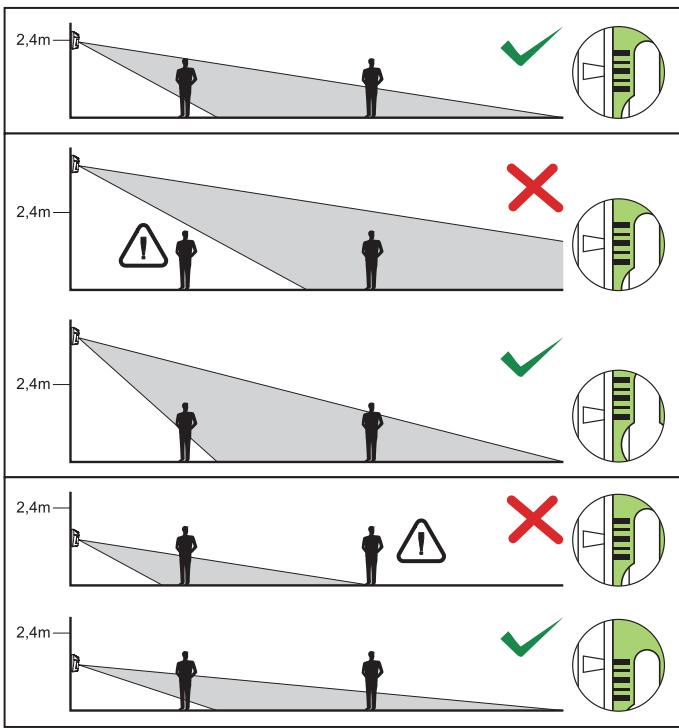

Рис. 4. Влияние высоты монтажа на защищаемую извещателем зону и способ позиционирования пироэлемента по отношению к линзе с целью оптимальной установки.
7 – градуировка для позиционирования пироэлемента по отношению к линзе (см. Таблица 1 и Рисунок 4).
6. Закрепите плату электроники, учитывая высоту монтажа извещателя (см. Таблицу 1 и Рисунок 4).